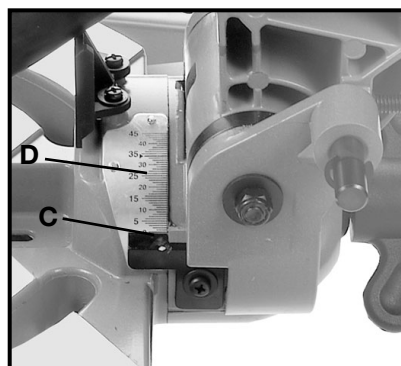

Fig. 24
2. Des butées positives sont fournies pour positionner rapidement la lame de scie à 90 et à 45 degrés par rapport à la table. Reportez-vous à la section de cette notice intitulée «**Réglage des butées positives de coupe en biseau à 90 et à 45 degrés**». L'angle de coupe en biseau de la tête de coupe est déterminé par la position de l'indicateur (C) fig. 24, sur l'échelle (D).